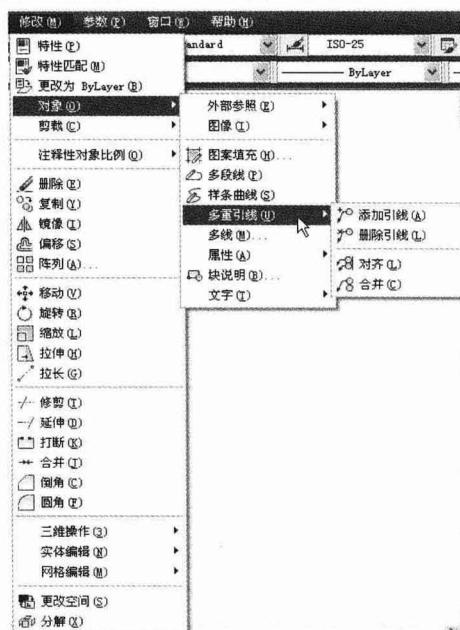

图 1-3 “修改”下拉菜单(部分)
菜单栏是 AutoCAD 2010 的主菜单。利用 AutoCAD 2010 提供的菜单, 可执行 AutoCAD 的大部分命令。单击菜单栏中的某一选项, 会打开相应的下拉菜单。如图 1-3 所示为“修改”下拉菜单(部分)。
- (1) 下拉菜单中, 若右面有小三角按钮的菜单项, 则表示它有子菜单。如图 1-3 显示出了“对象”子菜单等。
- (2) 下拉菜单中，若右面有省略号标记的菜单项，则表示单击该菜单项后会打开一个对话框。
- (3) 右边没有内容的菜单项，单击后，会执行对应的 AutoCAD 命令。